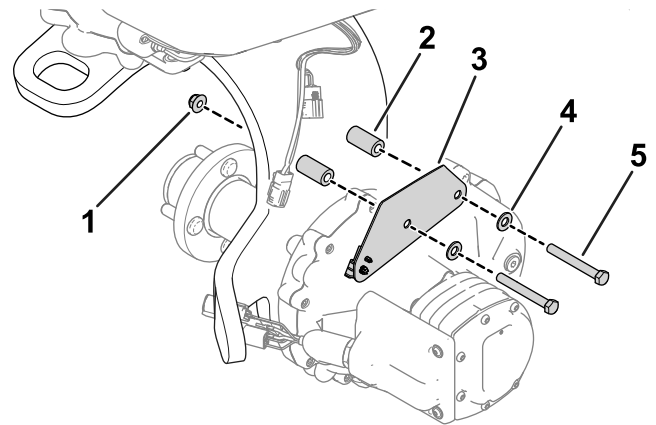

**Figure 3**
1. Fixez le connecteur clipsable sur le support de faisceau (Figure 3).